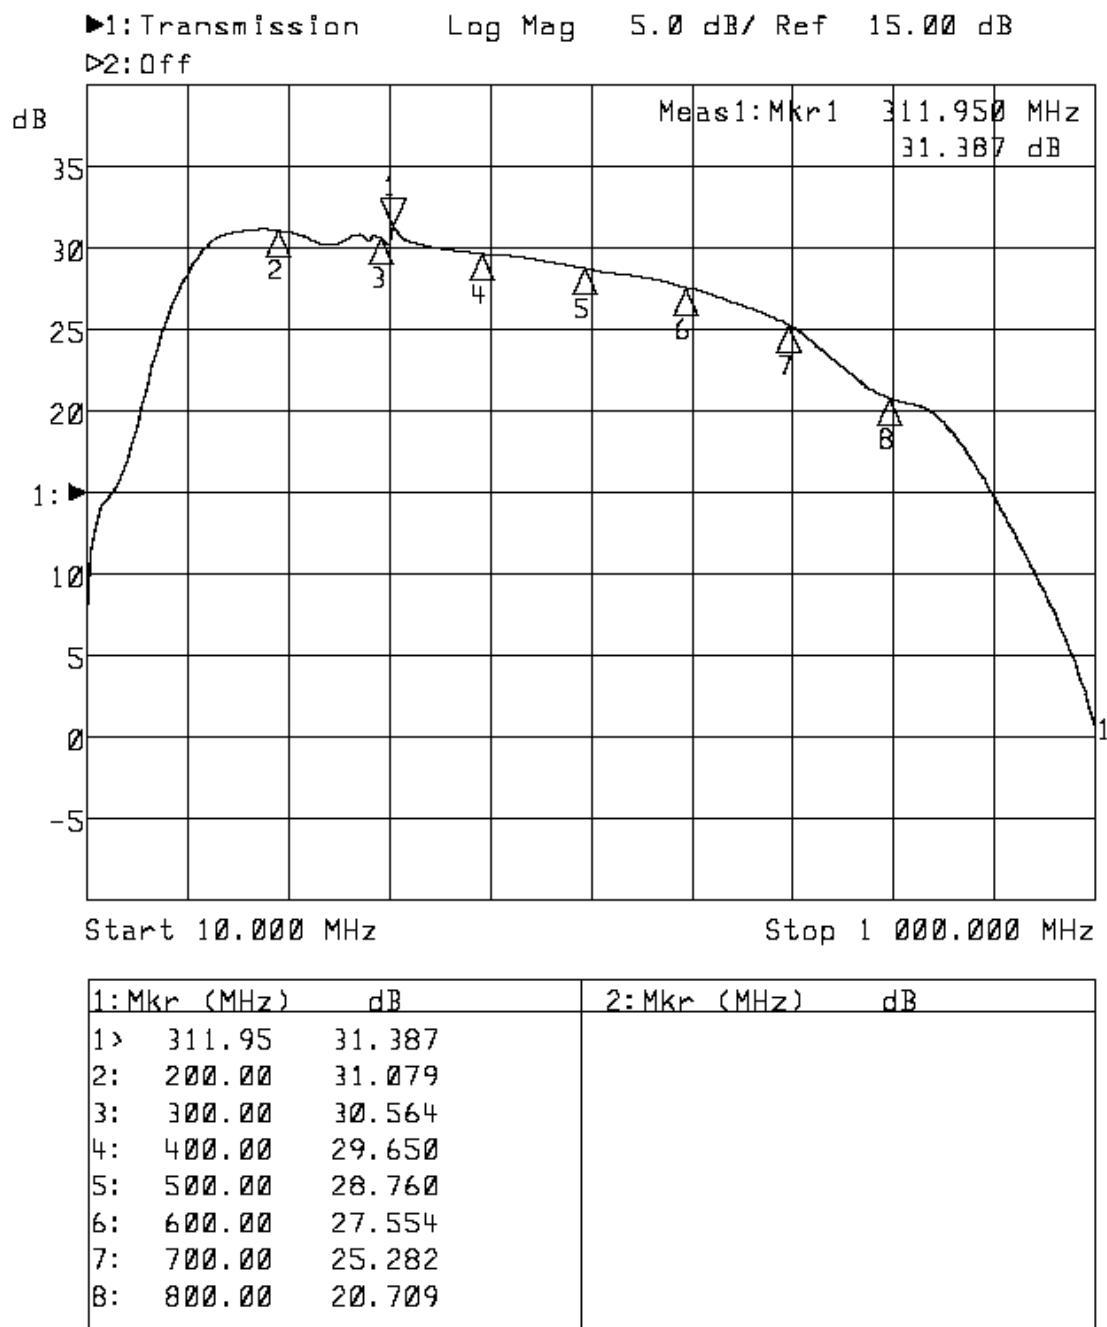

Figura 2-60. Medida de Transmisión.
5. Active la marca 2 presionando [MARKER] **2: Off 200 Mhz** [ENTER], siga el mismo procedimiento para activar la marca 3,4,5,6,7,8 en 300, 400, 500, 600, 700, 800 Mhz respectivamente. Se obtiene la Figura 2-60